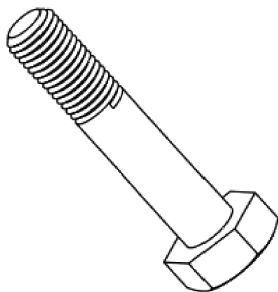

图 6-87 螺栓
(20) 出现【方向】菜单，选择【确定】选项，完成去除材料侧的设置。去除侧的方向以红色箭头显示，如果去除材料的侧不对，应选择【反向】选项，改变箭头方向，再选择【确定】选项即可。
(21) 回到【螺旋扫描】对话框，单击【预览】按钮 ，预览螺旋扫描特征，符合设计意图后，单击  按钮完成螺旋扫描，如图 6-87 所示。